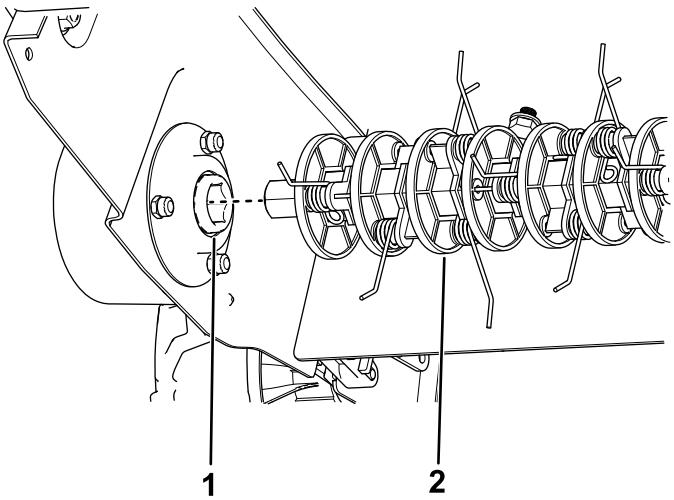

Figura 20
4. Retire el otro extremo del conjunto de eje de la transmisión, y sustitúyalo por el conjunto de eje deseado (Figura 20).